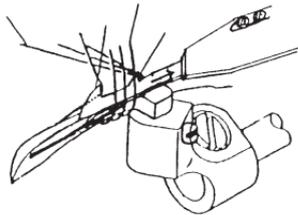

Fig.33-3
3. 活动刀片往右回移时, 活动刀片右刀口须勾住针线, 左刀口勾住下勾针线, 一起往右拉回。(图 33-3)